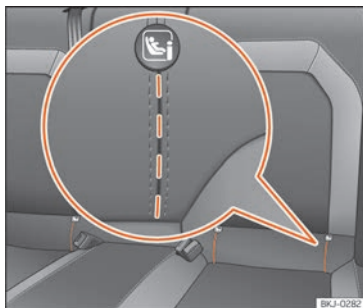

Fig. 24 Banquette arrière : fentes découpées pour accéder aux anneaux de fixation ISO-FIX/iSize.
tains véhicules, les anneaux sont fixés à l'armature de siège et à d'autres sur le plancher arrière. Les anneaux « ISOFIX » se trouvent entre le dossier et le coussin de la banquette arrière » **fig. 24**. Les anneaux Top Tether se trouvent généralement au dos de la banquet-
• Procédez d'abord à l'ouverture manuelle de la prédécoupe située derrière les rainures signalées pour accéder aux œillets de retenue » » fig. 24.